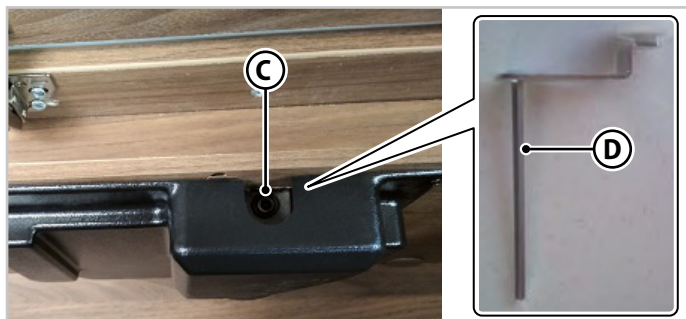

Fig.6.16 - Desbloqueio elétrico da cama tipo A
2. Na parte da frente do motor, inserir a chave (**D** - Fig.6.16) no interior do parafuso (**C** - Fig.6.16) para o movimento manual.